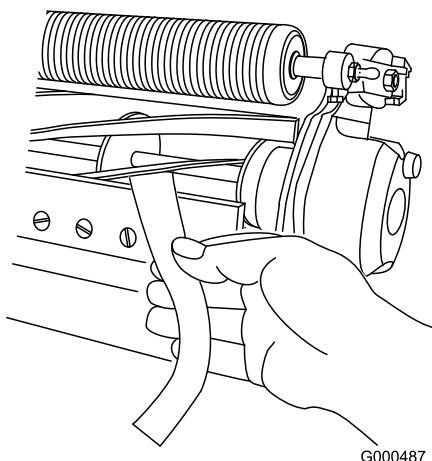

Figura 10
3. Numa das extremidades do cilindro, introduza uma longa tira de jornal entre o cilindro e a lâmina de corte (Figura 10). Enquanto roda ligeiramente o cilindro para a frente, rode o parafuso de ajuste da barra de apoio no sentido dos ponteiros do relógio na mesma extremidade do cilindro, uma posição de cada vez, até que o papel esteja ligeiramente apertado, quando inserido pela parte dianteira, paralela à lâmina de corte. Quando puxar o papel, sentirá uma ligeira pressão.
5. Depois de ajustar, verifique se o cilindro aperta o papel quando este for inserido pela frente e se corta o papel quando este for inserido num ângulo recto, relativamente à lâmina de corte (Figura 10). Deve ser possível cortar o papel ao mínimo contacto com a lâmina de corte e as lâminas do cilindro. Se notar uma pressão excessiva sobre o cilindro, pode ser necessário ajustá-lo ou rectifique a unidade de corte para obter pontas afiadas, imprescindíveis para um corte de precisão (consulte o manual de rectificação de cilindros da Toro).